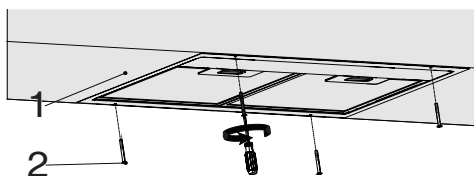

Рис. 10
- Установите вытяжку в кухонный шкаф и прикрутите вытяжку к 4 просверленным ранее монтажным отверстиям (Рис. 10).